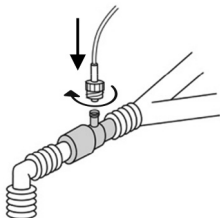

Figura 1
2. Conecte el adaptador para vías aéreas en el extremo proximal del circuito respiratorio entre el tubo endotraqueal y la sección Y del ventilador, con el adaptador para vías aéreas hacia arriba, como se muestra en la Figura 1.